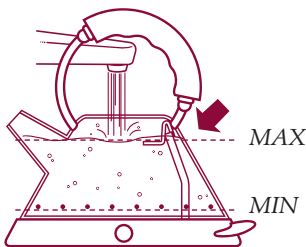

Abb. 6
- Keinesfalls den Höchstfüllstand von 1,5 Liter überschreiten (diese Grenze wird durch die Markierung für den höchsten Füllstand im Inneren des Wasserkessels angezeigt (Abb.6)). Übermäßiges Füllen des Wasserkessels über den Höchstfüllstand hinaus bringt die Gefahr mit sich, dass heißes Wasser aus der Ausgusstülle austritt. In diesem Fall besteht die Gefahr von Verbrennungen.